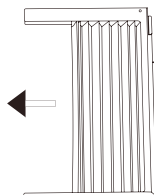

Fig. 1
A. Posez l'appareil sur le plancher, un banc ou une table. Tenez le panneau accordéon dans une maison, et tirez doucement le centre pour libérer l'extrémité ouverte. Voir Fig. 1.